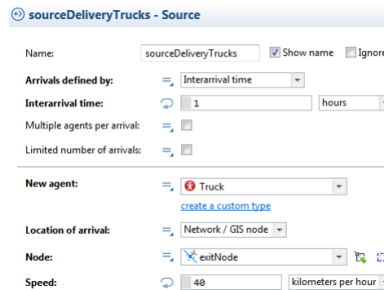

Рисунок 13.4 – Коробка швидкості
- у полі «Швидкість» введіть 40 і виберіть кілометри на годину зі списку праворуч (рис. 13.4).